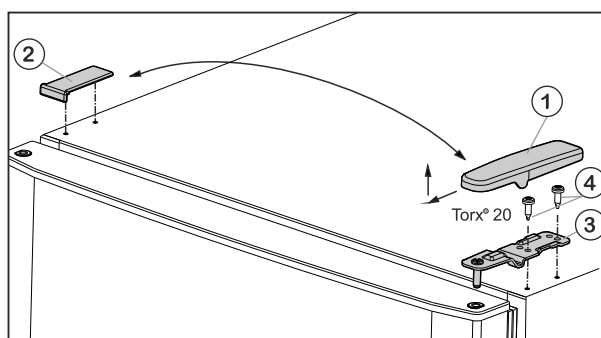

Fig. 4
- Enlever le cache Fig. 4 (1) vers l'avant et vers le haut.
- Retirer le cache Fig. 4 (2).
- ▶ Dévisser le support d'appui supérieur Fig. 4 (3) (2 Torx® 20) Fig. 4 (4) et retirer vers le haut.
- ▶ Placer le support d'appui supérieur Fig. 4 (3) sur le nouveau côté charnière de porte.
- ▶ Revisser le support de palier (**en appliquant un couple de 4 Nm**) (2 Torx® 20) Fig. 4 (4). Utiliser au besoin une visseuse sans fil.
- ▶ Remettre en place l'habillage Fig. 4 (1) du côté opposé depuis l'extérieur et l'enclencher.
- ▶ Remettre en place l'habillage Fig. 4 (2) du côté opposé depuis le dessus et l'enclencher.